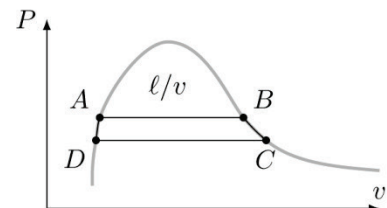

Figure 13
**IV.E.3)** La figure 13 représente l'allure du cycle (en trait noir) décrit par une goutte de liquide à l'intérieur du caloduc, dans un diagramme représentant la pression  $P$  en fonction du volume massique  $v$ . La courbe grise est la courbe de saturation qui délimite le domaine où règne l'équilibre liquide-vapeur noté  $\ell/v$ .